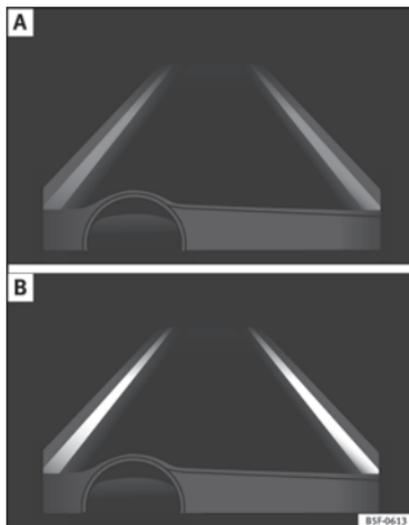

Fig. 216 En la pantalla del cuadro de instrumentos: indicación en la pantalla del sistema de aviso de salida del carril (ejemplo 1).
- El sistema está activado, pero no disponible, bien por no haber alcanzado la velocidad mínima o bien porque no reconoce las líneas de carril » **fig. 216 A**.
- El sistema está activado y disponible, tiene las dos líneas del carril reconocidas. En este momento no está corrigiendo la trayectoria » **fig. 216 B**.